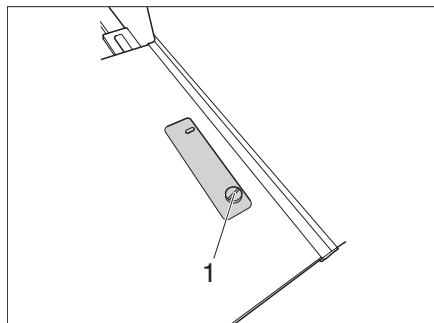

Figura 22 Tornillo de fijación Campbox
- Desatornillar el tornillo de fijación (Figura 22,1) a la izquierda y a la derecha de la Campbox.
- ▷ Asegurarse para ello de que los tornillos de fijación (Figura 22,1) estén siempre lo suficientemente apretados.
- Colocar la Campbox sobre los orificios de fijación y atornillar los tornillos de fijación (Figura 22,1).